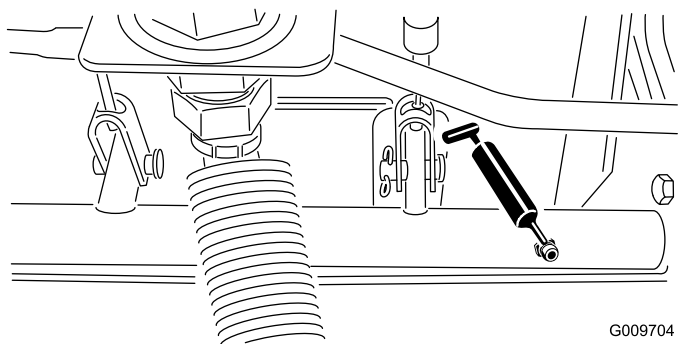

Figura 41
- Cuscinetti orientabili (5) dell'albero del freno (Figura 41)